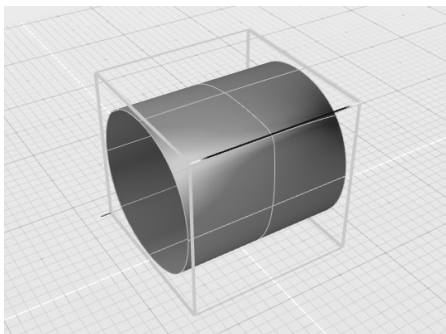

图 6-31 调整折痕强度
3) 在控制面板中找到“折痕”参数, 单击最右侧的小图标, 弹出滑轨。用户可直接拖动强度值在 0~1 之间变化, 观察结果, 可见该值可控制曲面逼近边线的趋势, 如图 6-31 所示。